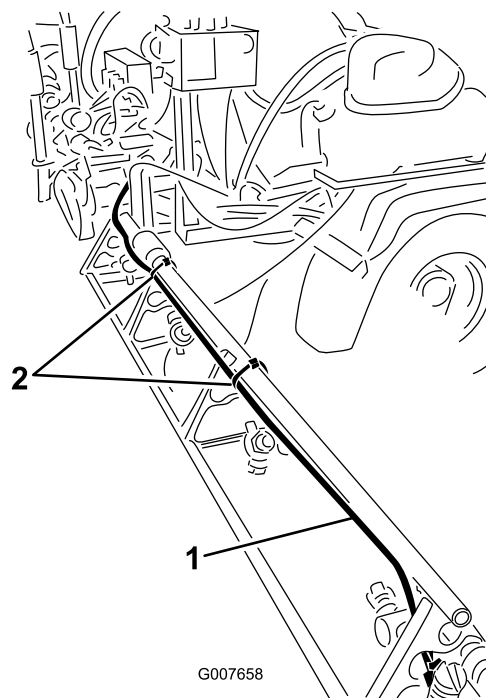

Рисунок 29
4. Проложите трубки в сборе вдоль задней стороны верхней опорной стойки наружной секции стрелы, как показано на Рисунок 29.
6. Прикрепите трубки в сборе к наружной секции стрелы при помощи кабельных стяжек, как показано на Рисунок 29.